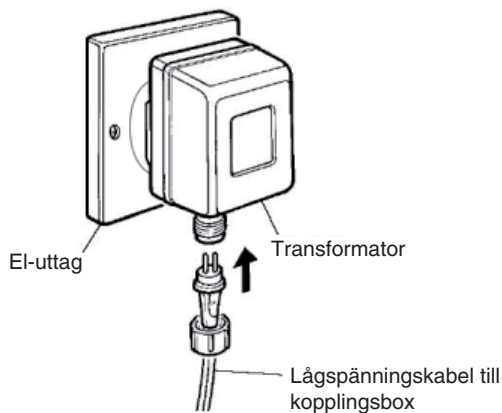

Fig. 7
11. Anslut kopplingsboxens kabel till transformatorn och fixera den med muttern som finns på kabeln, anslut sedan transformatorn till ett el-uttag (se fig. 7).